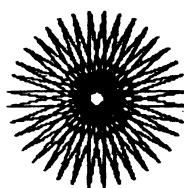

图 2.3 36角星
3. 画36角星: 每次让海龟前进80步,右转170度,共重复36次。如图2.3